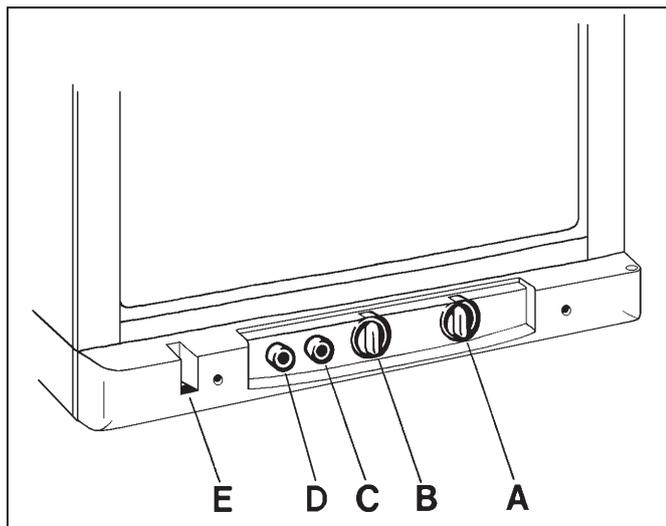

FIG. 1
Kjøleskapet kan drives enten med 230 V eller propan. Omkoblingen mellom disse skjer ved hjelp av kontroller, som er plassert som vist i fig. 1.
Alle henvisninger gjelder til fig 1.
Alle henvisninger gjelder til fig. 1. Etter at kjøleskapet har startet, vil det gå noen timer før det blir kaldt. Kjøleskapet er termostatregulert og termostatrattet (B) stilles normalt inn på 3-5. Hvis det ønskes høyere kjøleeffekt, stilles termostaten inn på en høyere verdi.